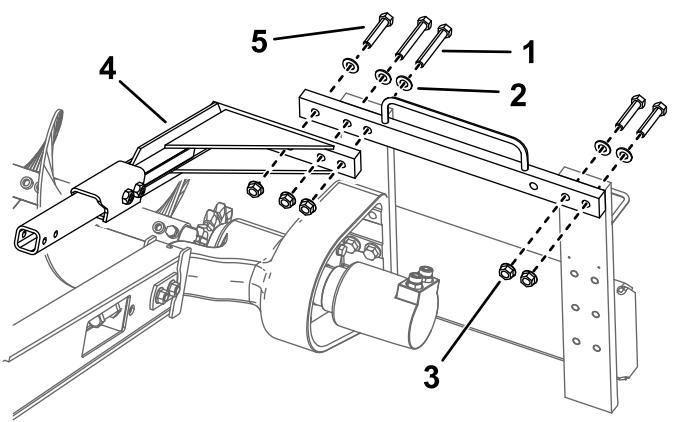

Figura 10
1. Perno (6)
8. Retire los 2 pernos ($\frac{5}{8}$ " x 3"), las 2 arandelas y las 2 tuercas que fijan el lado derecho del chasis superior y muévalos a los taladros correspondientes a la izquierda (Figura 10).
1. Perno - $\frac{5}{8}$ " x 4" (2)
2. Arandela (5)
3. Tuerca (5)
5. Perno - $\frac{5}{8}$ " x 3" (3)
- arandelas y las tuercas con arandela prensada que retiró anteriormente (Figura 10).